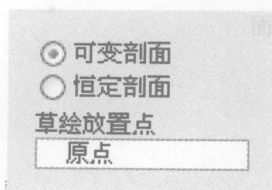

图 1-9 “选项”控制面板
- **选项**——该按钮用于定义剖面的扫描形式，单击该按钮，弹出如图 1-9 所示的“选项”控制面板。